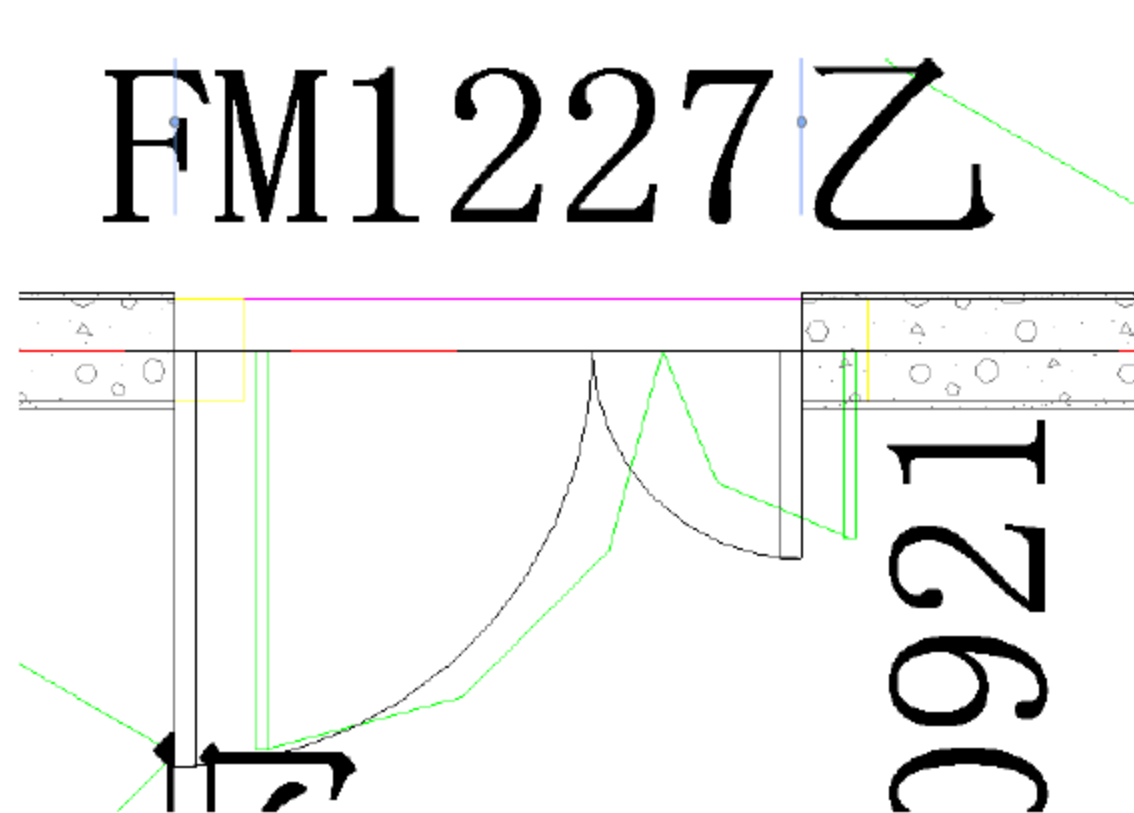
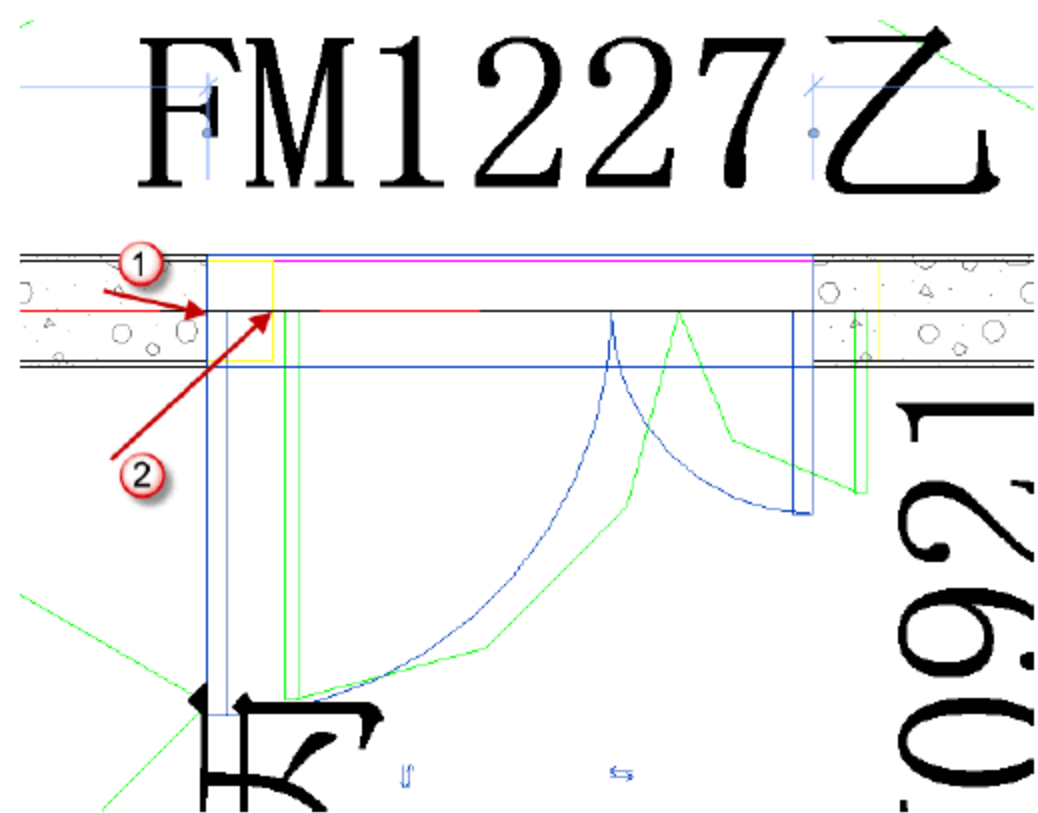
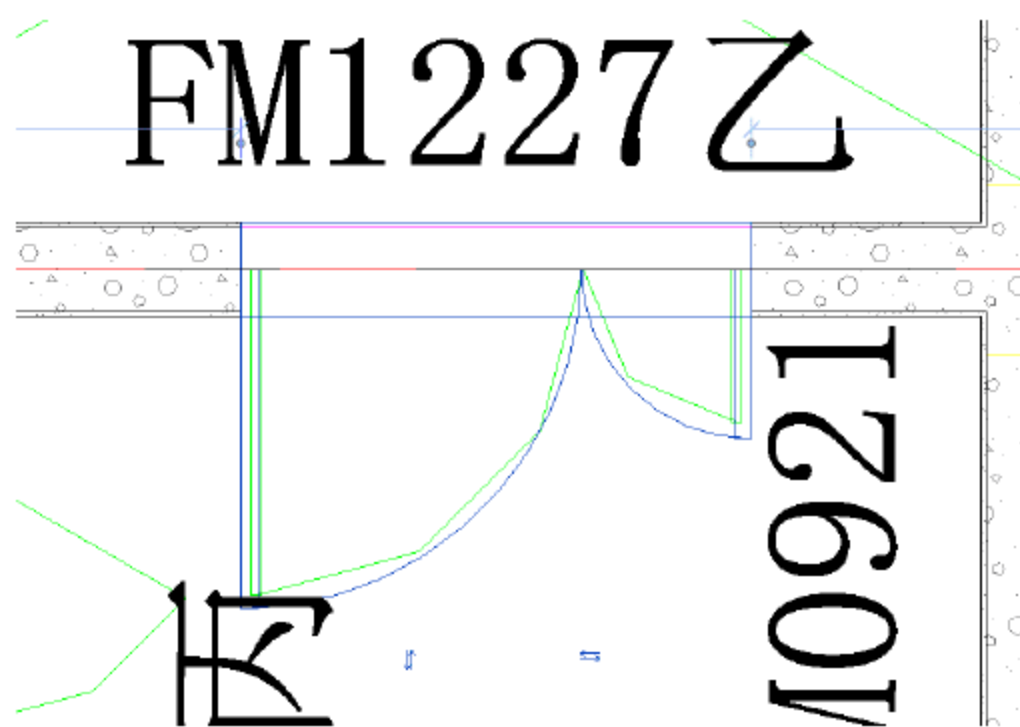

图 10.4.27 插入“FM1227 乙”门族
图 10.4.28 移动“FM1227 乙”族
图 10.4.29 完成“FM1227 乙”门族的插入
(9) 插入“FM1227 乙”子母门族。选择“建筑”→“门”命令（或者按快捷键 D+R），在相应的地方插入族，如图 10.4.27 所示。移动“FM1227 乙”族，先选择已经插入的门族，按快捷键 M+V，移动“FM1227 乙”，将“1”点移动到“2”点对齐，如图 10.4.28 所示。移动完成后如图 10.4.29 所示，按 Esc 键退出门的绘制。